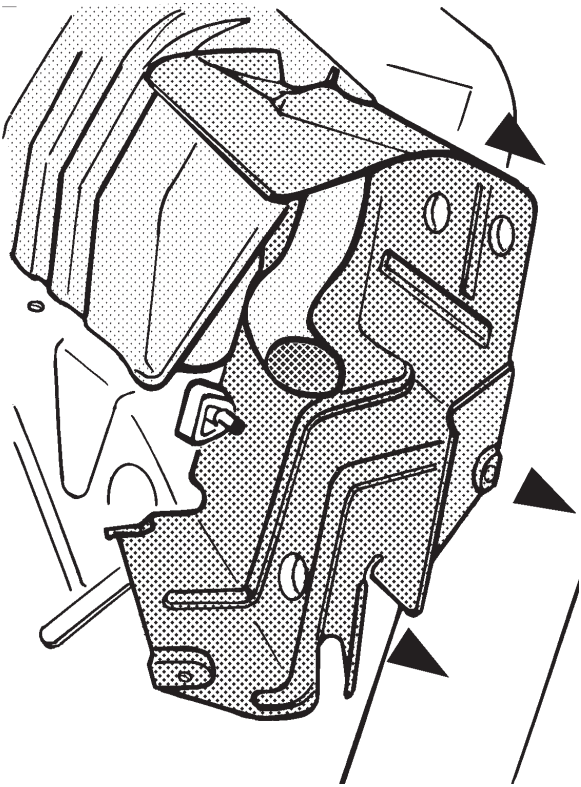
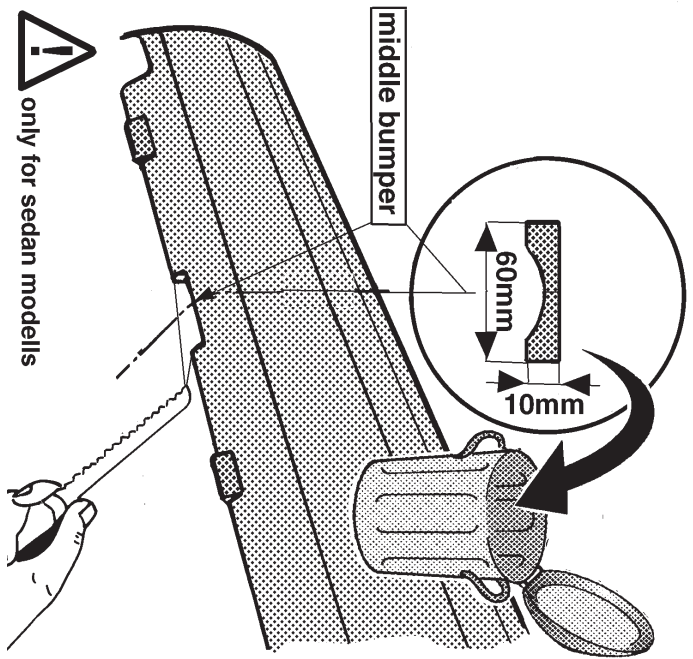
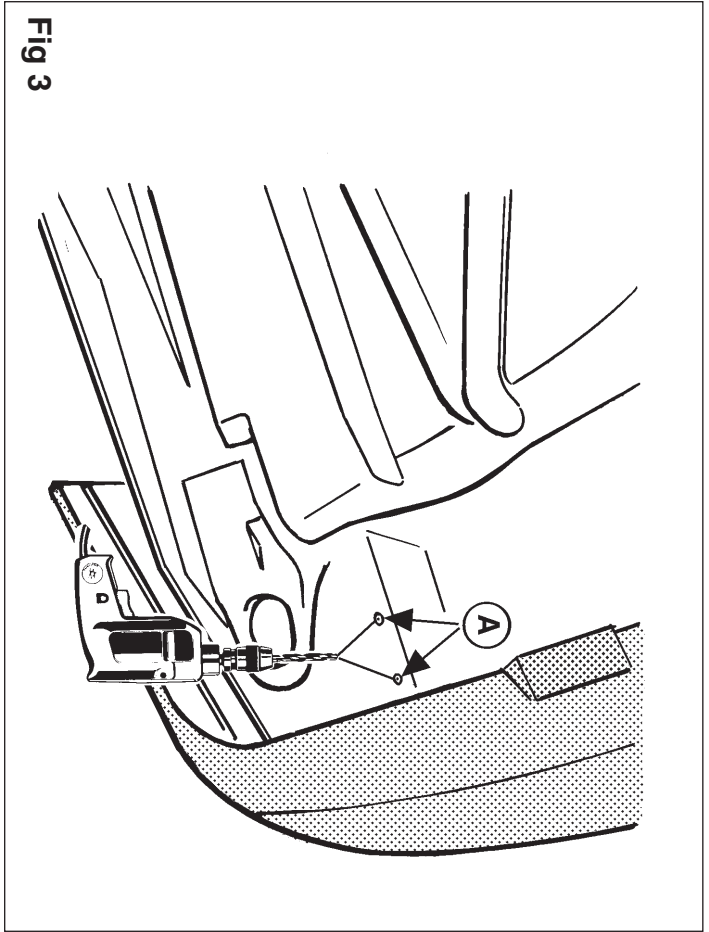
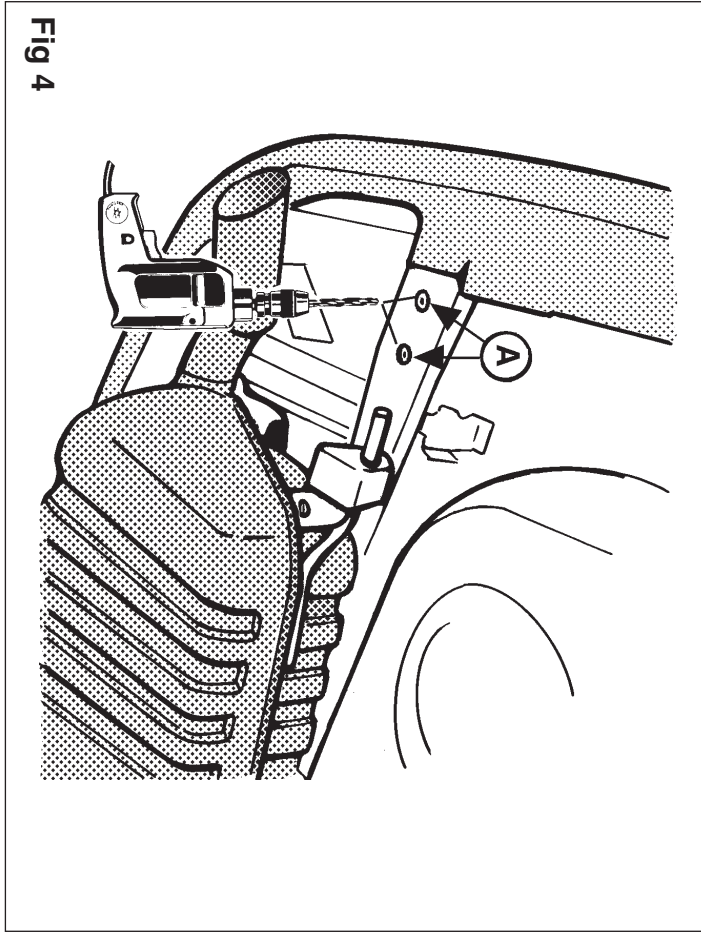

Fig 1
Fig 2
Fig 3
Fig 4
Avlägsna avgasrörets bakersta dämpare och värmeskölden som anges i figur 1. Såga (endast vid sedan-modellerna) ut en del ur kofångarens undersida enligt fig. 2. Avlägsna kittet som finns vid kontaktytorna mellan dragstången och karosseriet. Sedan syns små inbucklingar enligt figur 3 och figur 4. Dessa anges med punkterna A.
Fjern det yderste udstødningsophæng og varmeskjoldet som vist i fig.1. Sav (kun på sedan-modellerne!) ifølge fig.2 et stykke ud på undersiden af kofangeren. Fjern kittet ved anhængertrækkets berøringsflader med karosseriet. Nu kommer fordybningerne til syne, som i fig.3 og fig.4 er angivet med punkterne A.
Retirar el último amortiguador del tubo de escape así como el escudo térmico, como indica la fig.1. Serrar (¡únicamente en los modelos sedán!) una parte del lado inferior del parachoques de acuerdo con la fig. 2. Retirar la cola existente a la altura de las superficies de contacto del gancho de remolque con la carrocería. En este momento quedarán visibles las depresiones indicadas por los puntos A, de acuerdo a las figuras 3 y 4.
1. Otworzyć bagażnik i usunąć wszystko z powierzchni podłogi. Usunąć podnośnik wraz z uchwytem, wyjąć koło zapasowe, a następnie odłączyć akumulator. W modelu kombi należy zdemontować plastikowe osłony z prawej i lewej strony pojazdu tak by możliwym było umieszczenie płyt kontrujących. Następnie zdjąć ostatni wydech z uchwytów i zdemontować osłonę wydech rys 1.(Tylko dla 4 – drzwiowej limuzyny) wyciąć element pokazany na rys.2 od spodu zderzaka. W punktach A zdjąć masę zabezpieczającą (miejsca te są wyznaczone poprzez napunktowanie) rys.3 i 4.